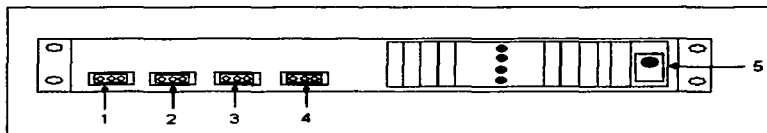

Figura 3.5 Descripción de la parte trasera de la fuente de poder.
d) Fuente de poder. Con este módulo se energiza a la unidad central de control y el módulo de multiplexaje de señales de video. Su voltaje de alimentación es de 110 VAC / 220 VAC. A continuación se describe la parte trasera como se observa en la figura 3.5: